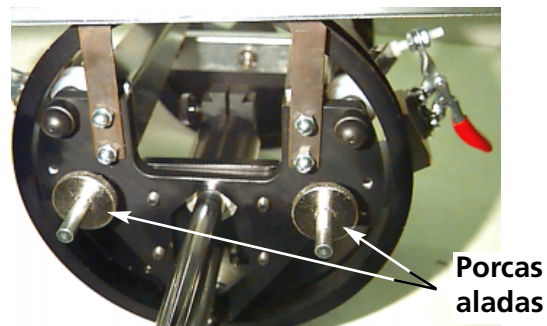

Figura 3-15
1. Soltar as duas porcas aladas na parte de trás do acionamento do quadro grande angular para gorros (ver a figura 3-15).